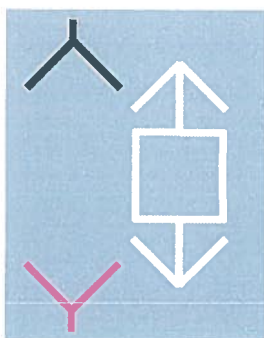

Fig. 7.42
- Prezență tensiune pe unul din poli și stare „necunoscută” pe celălalt pol (fig. 7.42);